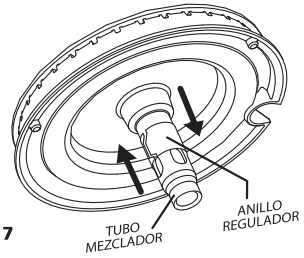

fig. 7
- b) Si en su quemador está incorporado el tubo mezclador. Para su regulación, retire las parrillas superiores y los quemadores; luego deslice el anillo regulador hacia arriba de modo que aumente la entrada de aire. **(fig. 7)**